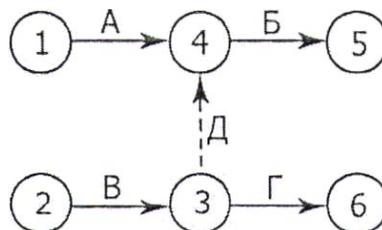

Рис. 4.
2. Если для начала работы Б необходимо выполнение двух параллельных работ А и В, а для начала работы Г достаточно выполнить лишь работу В, то данную ситуацию следует графически изображать с помощью фиктивной работы Д (рис. 4.).